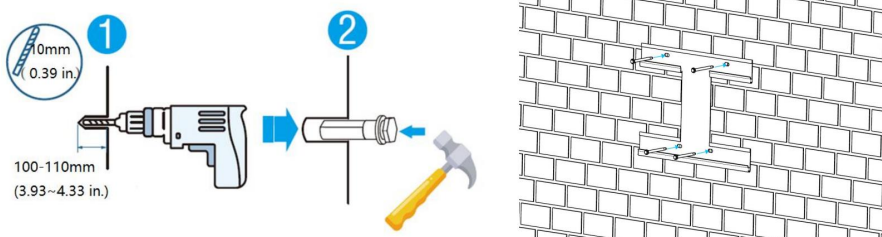

Abb. 5-1
- b) Wählen Sie den empfohlenen Bohrkopf (wie in Abb. 5-1 gezeigt), um 4 Löcher in die Wand zu bohren, 100mm-110mm tief.
- c) Benutzen Sie einen geeigneten Hammer, um die Aufhängeplatte an der Wand zu befestigen und stecken Sie die Spreizbolzen (M6x100) in die Löcher, wie in Abb. 5-1 gezeigt.